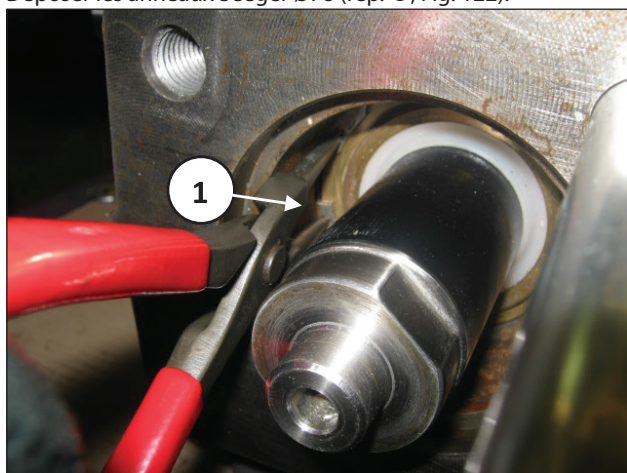

Fig. 122
Déposer les anneaux Seeger Ø78 (rep. ①, Fig. 122).